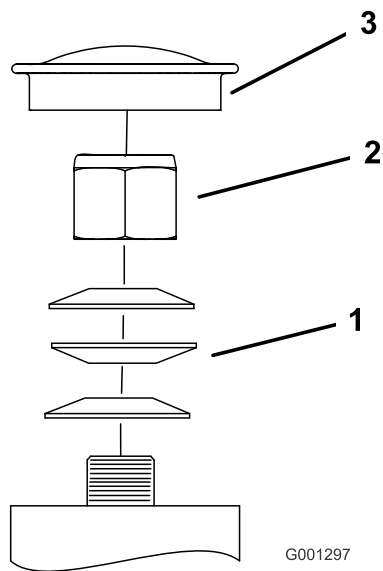

Figure 55
3. Retirez le capuchon antipoussière de la roue pivotante et serrez le contre-écrou (Figure 55).
4. Continuez de serrer le contre-écrou jusqu'à ce que les rondelles élastiques soient aplaties, puis desserrez-le de 1/4 de tour pour obtenir la précharge correcte des roulements (Figure 55).
**Important:** Veillez à placer les rondelles comme illustré (Figure 55).
5. Remettez le capuchon antipoussière en place (Figure 55).